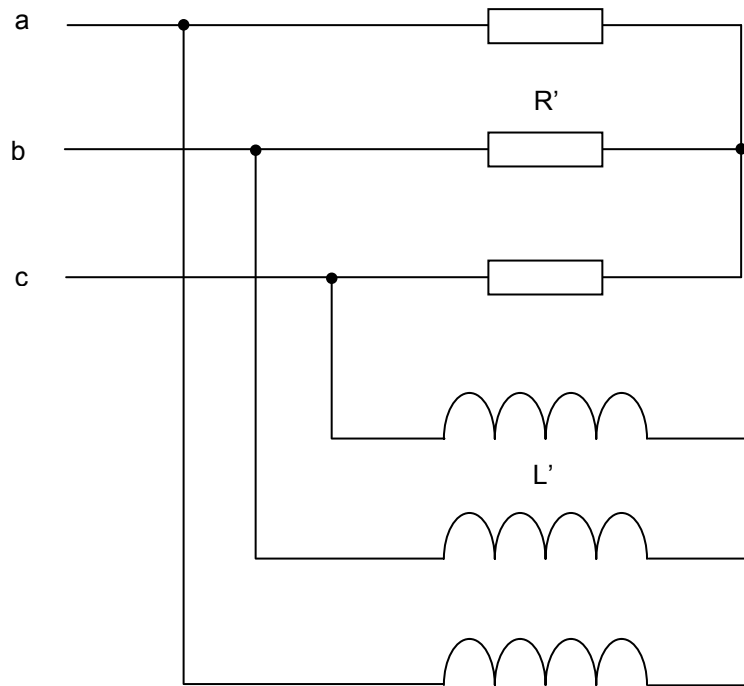

Figure 3
1.6.4. La charge réellement utilisée est constituée d'une charge résistive équilibrée associée à une charge inductive équilibrée montée en parallèle selon la Figure 3. On admet que  $L'$  est une inductance pure. Calculer  $R'$  et  $L'$  pour que cette charge soit équivalente à la précédente.